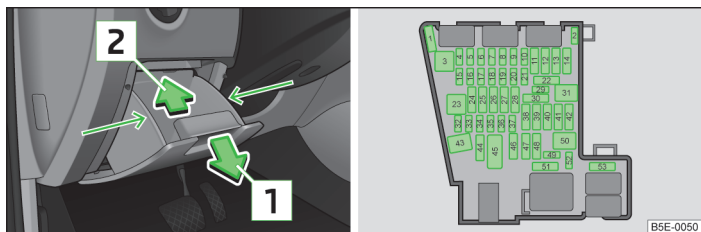

Fig. 171 Compartimentul de depozitare din planșa de bord / reprezentare schematică a panoului de siguranțe
- Prindeți compartimentul de depozitare lateral, în zona săgeților » fig. 171.